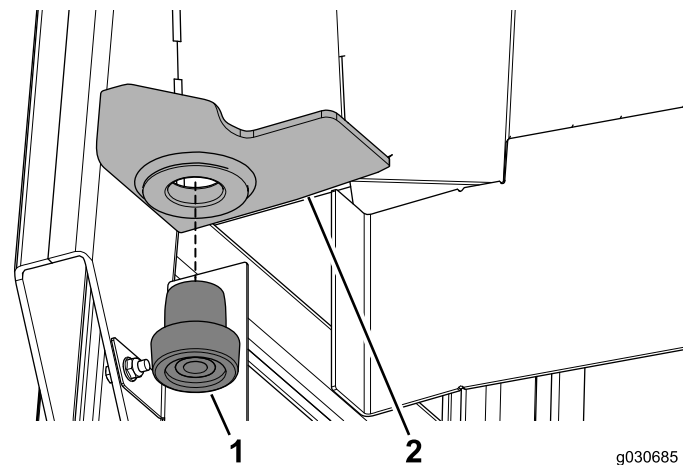

Figura 9
1. Introduzca un soporte antivibratorio en el orificio del soporte trasero izquierdo del bastidor de la cabina (Figura 9).